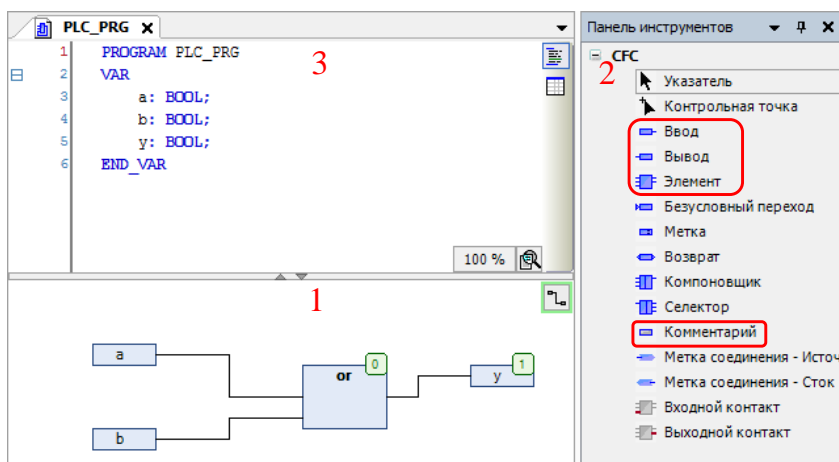

Рис. 18. Внешний вид редактора программы: 1 – графический редактор, 2 – панель инструментов, 3 – список переменных
Редактор программы **CFC** имеет внешний вид, показанный на рис. 18, и состоит из:
- панели инструментов с добавляемыми блоками (на рис. 18 выделены 4 наиболее используемых блока);